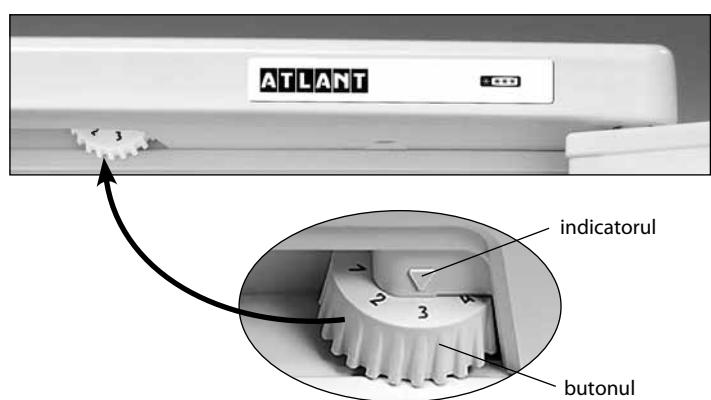

Figura 3 — Reglarea temperaturii
**1.4** Funcția de reglare a temperaturii în frigider, în conformitate cu Figura 3 este controlată cu ajutorul butonului de reglare a temperaturii (în continuare - buton), care se află sub masca frigiderului. Butonul se rotește în sensul acelor de ceasornic sau în sensul contrar al acestora și are diviziuni numerice. Diviziunea "1" corespunde celei mai joase setări de temperatură (răcire minimă) în camera frigorifică, diviziunea "7" – celei mai înalte setări de temperatură (răcire maximă). Pentru a regla temperatura, setați diviziunea butonului sub indicator.
Deschideți ușa CF. La prima conectare este recomandat să instalați sub indicator diviziunea „3” sau „4” a butonului în conformitate cu Figura 3. Închideți ușa CF.